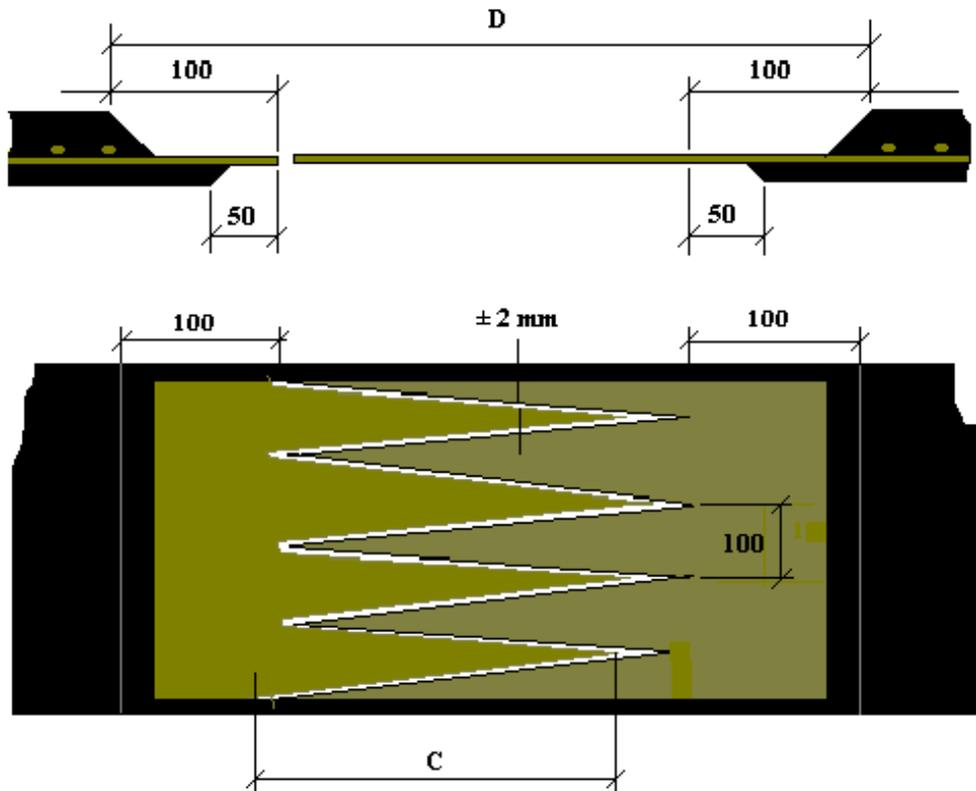

Figure 1: Coupe schématique de la jonction. Dimensions en mm.
Figure 1 montre la construction de la jonction. Les dimensions des jonctions pour les différents types de Ferroflex sont indiquées au tableau 1.
- Aligner les deux extrémités en gardant approximativement 2 mm d'espace entre les épis (voir fig. 1)